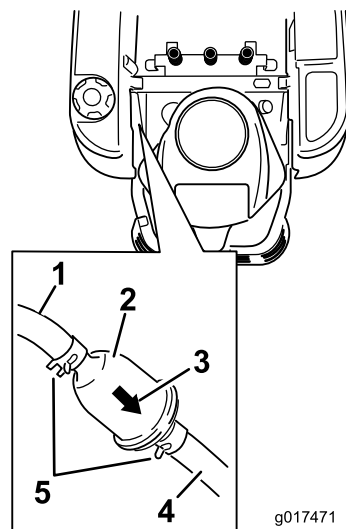

Figura 45
3. Localize o filtro do combustível na parte lateral do motor como se mostra em Figura 45.
4. Aperte as pontas dos grampos da tubagem e afaste-as do filtro (Figura 45).
6. Instale um novo filtro com a seta do sentido do fluxo a vir do depósito de combustível e a apontar para o motor. Mova as abraçadeiras para junto do filtro (Figura 45) para o fixar no lugar.